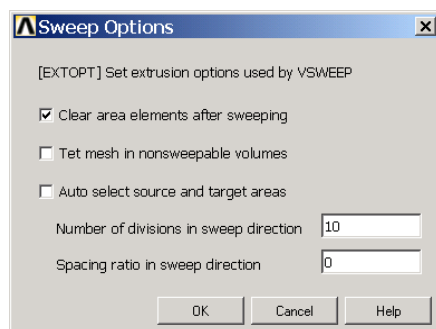

图4.63 扫掠分网设置对话框
(3) 单击 Main Menu>Preprocessor>Meshing>Mesh>Volume Sweep>Sweep Opts 菜单，弹出如图 4.63 所示的对话框。该对话框中的选项含意如下：